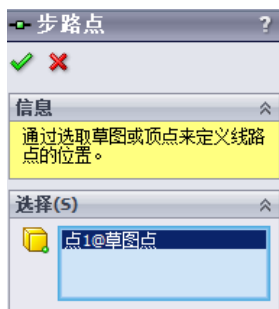

图 11.4.24 “步路点”对话框
Step1. 选择命令。选择“Routing 工具”工具栏中的“生成线路点”  命令, 此时系统弹出“步路点”对话框, 如图 11.4.24 所示。